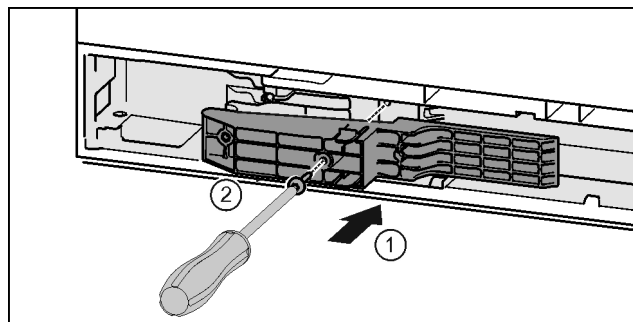

Fig. 45 *
- ▶ Futni pjesën përshtatëse në fole në anën e dorezës. Fig. 45 (1)*